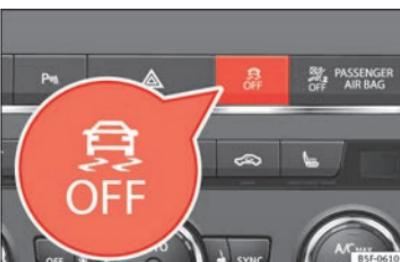

Fig. 197 Console centrale : Touche d'Activation/de désactivation de l'ESC et de l'ASR
- Appuyer sur la touche  »» fig. 197 pendant environ 1 seconde pour activer le mode ESC Sport.
- Appuyer sur la touche  »» fig. 197 pendant environ plus de 3 secondes permet de désactiver le programme électronique de stabilité (ESC), y compris la fonction ASR. Le témoin  s'allume et le texte **ESC OFF** s'affiche en permanence sur l'écran du tableau de bord.
- La fonction ASR et l'ESC sont réactivées en appuyant sur la touche  »» fig. 197.